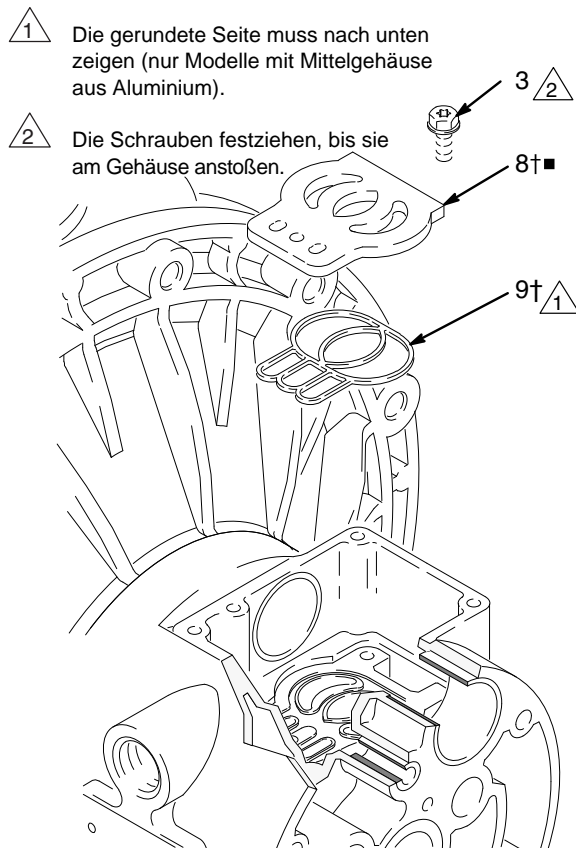

ABB. 9
5. Die Ventilplatte (8■) an ihrem Platz untersuchen. Wenn sie beschädigt ist, mit einem Torx-Schraubendreher (T20) oder einem 7-mm-Steckschlüssel die drei Schrauben (3) entfernen. Die Ventilplatte (8■) und – bei Modellen mit Aluminium-Mittelgehäuse – die Dichtung (9) entfernen. Siehe ABB. 9.
2. An Modellen mit Aluminium-Mittelgehäuse die Ventilplattendichtung (9†) in der Nut unten an der Ventilaussparung anbringen. Die abgerundete Seite der Dichtung **muss nach unten** in die Nut gerichtet sein. Siehe ABB. 9.
3. Die Ventilplatte (8■) in der Aussparung anbringen. An Modellen mit Mittelgehäuse aus Aluminium ist die Platte umkehrbar, so dass jede Seite nach oben zeigen kann. Die drei Schrauben (3) mit einem Torx-Schraubenzieher (T20) oder einem 7-mm-Steckschlüssel eindrehen. Festziehen, bis die Schrauben am Gehäuse anstoßen. Siehe ABB. 9.